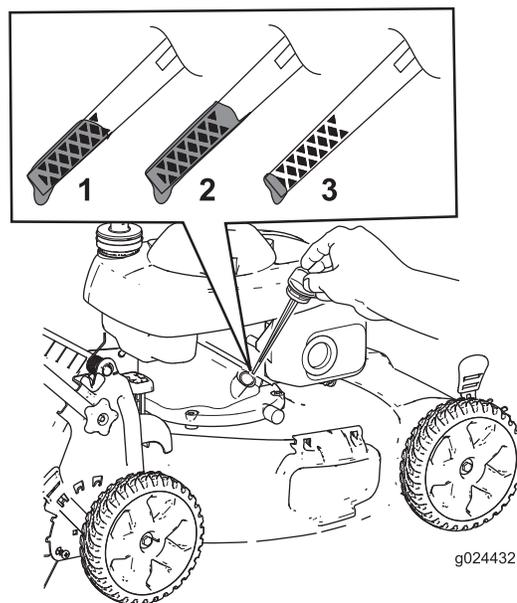

Figure 20
3. Retirez la jauge (Figure 20).
10. Observez le niveau d'huile indiqué par la jauge (Figure 20).